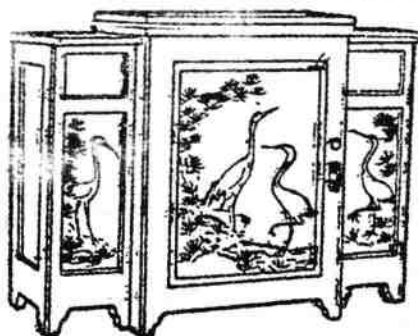

图 1-14 柜式缝纫机
7. 柜式 这种缝纫机能将机头和机架全部收藏在柜内(图 1-14),除用作缝纫外,还可兼做书桌、写字台等。柜式品种很多,常见的有甲种柜式、乙种柜式、梳妆台式等。这种